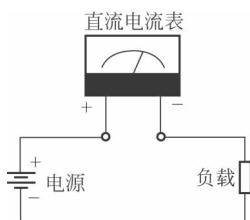

图 1-1 电流表的正确接法
② 粗略估计电路中电流的大小，以便选择电流表的测量范围。在使用万用表的电流挡测量时，如果一时无法估计电流大小，挡位要宁大勿小，然后逐步缩小测量范围。
③ 断开被测电流支路，把电流表串联在电路中。测量直流电流时，直流电流表的正极必须和电路的正极相接，负极必须和电路的负极相接，不可接反，如图 1-1 所示。交流电流表则不正、负。